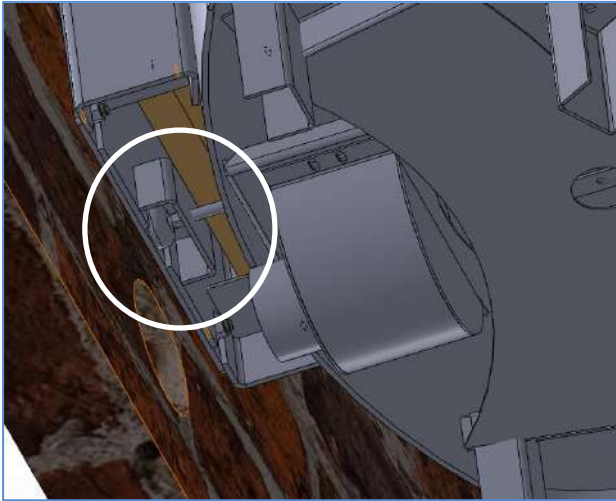

Ilustración 7. Localización Regulador
5) El aparato dispone de un regulador (Pieza Nº 13) la cual le va a permitir regular la inclinación del aparato. Se necesita una llave de métrica 12 para llevar a cabo esta operación actuando sobre esta pieza señalada en la Ilustración 7.